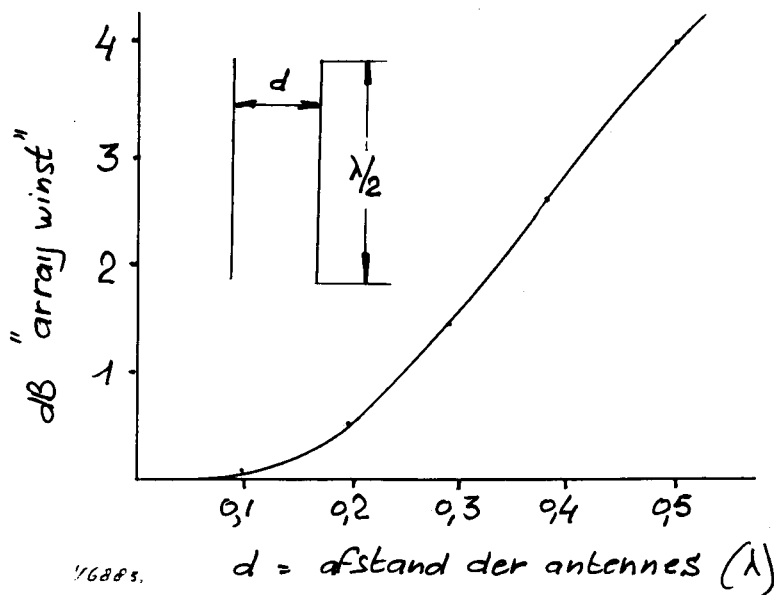
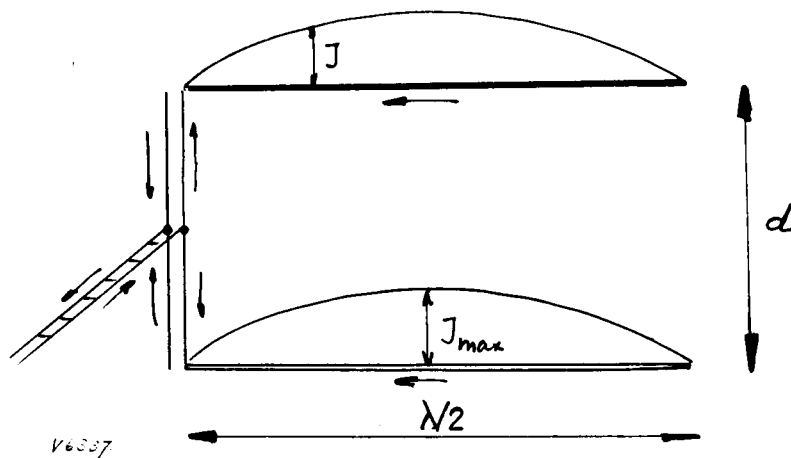

Fig. 5. De winst bij dit „broadside“-array hangt af van de onderlinge afstand der antennes. (8).
Fig. 9. Spanningsvoeding van de twin; de pijltjes geven de stroom aan.
staan nog vrijwel geen array-winst op (zie fig. 5). De arraywinst geldt in twee of meer richtingen.
Stel nu, dat de antenne uit Fig. 5 half in de grond gestoken wordt, dan is er weer een twin-antenne ontstaan.
De twee antennes uit fig. 5, die in de handboeken een broadside array worden genoemd, worden meestal gevoed als aangegeven in fig. 9.
Nu stralen de boven- en onderkant net als in fig. 5, echter de lengte der stralers is wat korter namelijk 1/4 λ in plaats van 1/2 λ . Hierdoor is de array-winst niet helemaal wat in fig. 5 staat, doch 0,1 dB minder (9). De einden der stralers dragen kennelijk niet zoveel bij in de dB's! Merk op, dat één der verticale stralers straalt: het is nog geen Quad.